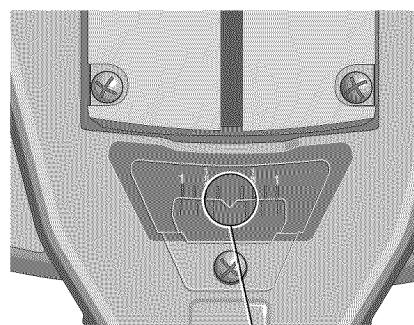

FIG. V2
2. Fije el ángulo de inglete al grado entero más cercano deseado, alinee la marca central en la escala vernier como se muestra en la Figura V1, con el número de grado entero impreso en la escala de inglete. Analice la Figura V2 detenidamente, la configuración que se muestra es  $24^\circ$  de inglete a la derecha.
3. Para fijar el  $1/4$  grado adicional, oprima el bloqueo del brazo de inglete y mueva cuidadosamente el brazo a la DERECHA hasta que la marca de vernier de  $1/4$  grado quede alineada con la marca de grados MÁS CERCANA en la escala de inglete. En el ejemplo que se ilustra, la marca de grados más cercana en la escala de inglete es  $25$  grados. La Figura V2 muestra una configuración de  $24\frac{1}{4}$  grados de inglete a la derecha.